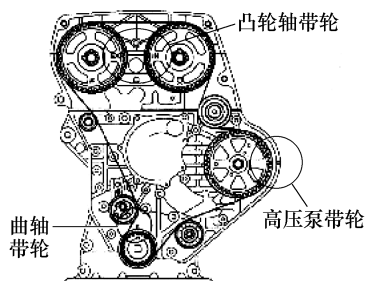

图 8-61 检查各正时标记是否对齐
8) 如图 8-61 所示再次检查凸轮轴、曲轴和高压泵的对正标记是否与正时齿轮室上的标记对准。